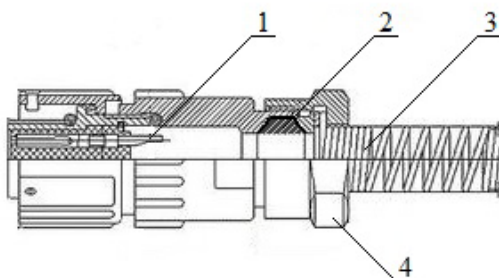

Рис. 12. Розетка FQ18-7ZJ-S.
2.2.9.2 При подключении блока детектирования БД-6, необходимо обратить особое внимание на обеспечение водонепроницаемости розетки FQ18-7ZJ-S. При монтаже следует использовать кабель с наружным диаметром от 7 до 10 мм. Провод, пропущенный через пружинный амортизатор (3) (см. рис. 12) и резиновую втулку (2), припаивается к контактам (1) и плотно затягивается гайкой (4) до упора. После этого разъем подключается к блоку детектирования и закрывается резиновой манжетой. В целях устранения попадания стекающей воды по кабелю под резиновую манжету рекомендуем проводить кабель к блоку детектирования снизу.